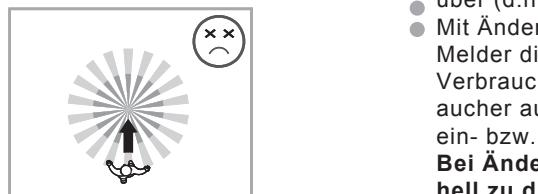

ABB.3
3.2.2 Achten Sie während des Testverfahrens auf die Bewegungsrichtung. Der Melder kann Bewegungen in paralleler Richtung besser wahrnehmen als Bewegungen zu dem Melder hin, da der Erfassungsbereich hierbei verkleinert wird (siehe ABB.3).